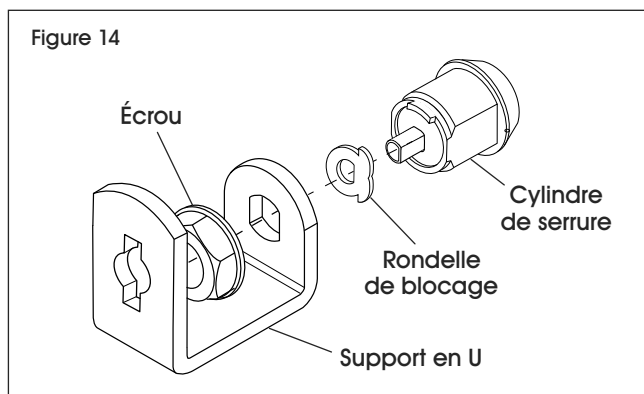

Figure 14
- À l'aide d'une clé de 7/16 po, dévissez l'écrou qui maintient le cylindre de serrure en place. Notez l'orientation de la serrure, de la rondelle de blocage et du support en U. Remplacez le tout par le nouveau cylindre de serrure et la nouvelle rondelle de blocage. Resserez l'écrou en place à l'aide de la clé. (Voir Figure 14)